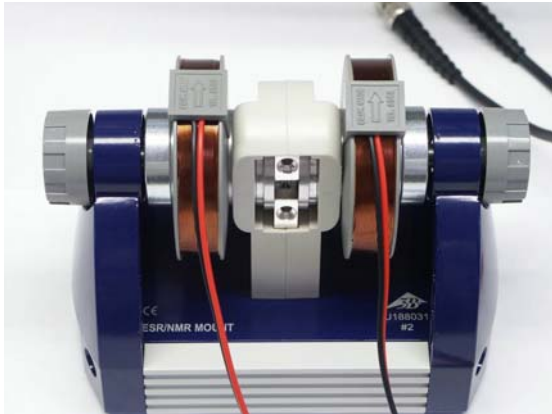

Fig. 2 Basiseinheit mit Spulen komplettiert
- Spulen auf die Montagezylinder schieben und wie in Fig. 2 abgebildet in die Basiseinheit einsetzen.